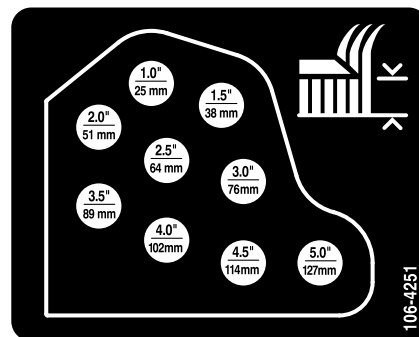

Figura 19
10. Monte las cadenas de altura de corte en el taladro de altura de corte deseado con el pasador y el pasador de horquilla (Figura 19).